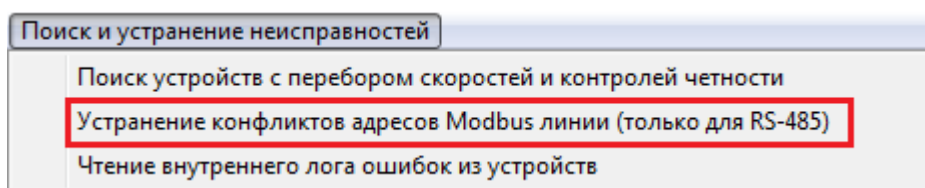

Рис.4.5 Опция «Устранение конфликтов адресов Modbus линии»
2. Активировать опцию «Устранение конфликтов адресов Modbus линии» (Рис.4.5).